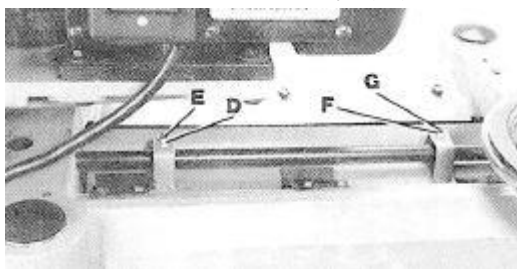

Рис. 27
5. Если необходимо отрегулировать высоту стружколомателя, то снимите верхнюю крышку станка. Ослабьте гайку (D), Рис. 27, и поворачивайте винт (E) до тех пор, пока этот конец стружколомателя не будет правильно отрегулирован. Затем затяните гайку (D).
6. Поместите измерительный блок на другой конец стружколомателя и, если требуется регулировка, ослабьте гайку (F), Рис. 27, и поверните регулировочный винт (G).